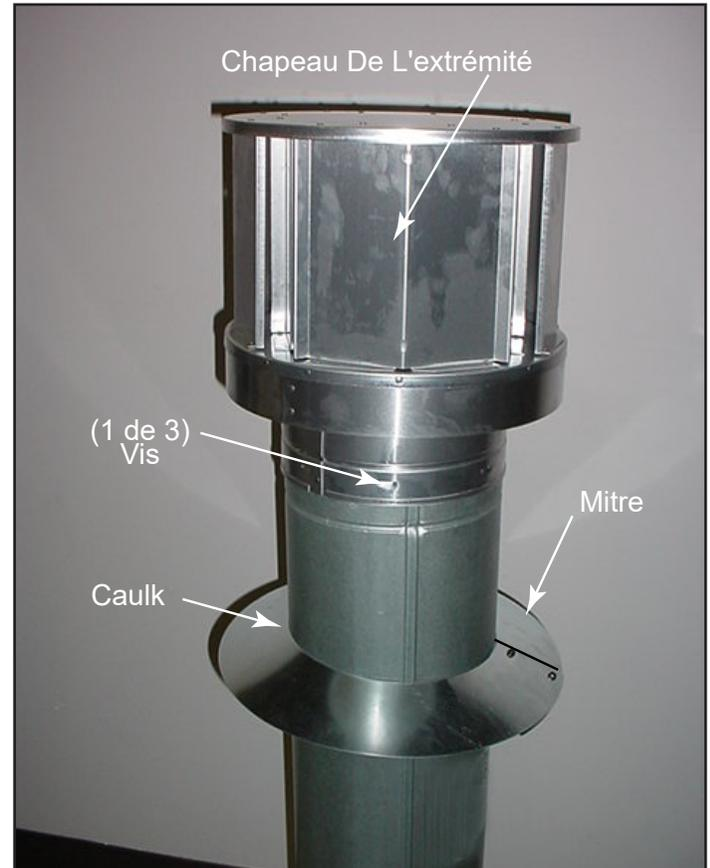

Figure 7.15
- Appliquer du mastic autour de la partie supérieure de la mitre. Voir la figure 7.15.
- Attacher le chapeau en enfonçant trois vis autotaraudeuses (fournies) dans les trous de guidage du collier externe du chapeau, jusque dans le tuyau de cheminée externe du conduit (voir figure 7.15).